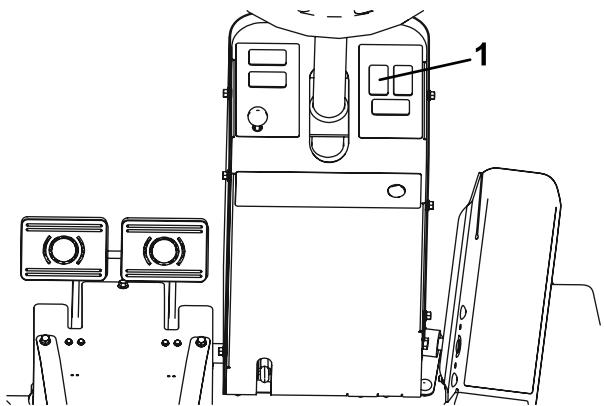

Figure 2
- En passant sous le panneau de commande de la tour de direction, poussez l'obturateur hors du trou, comme montré à la Figure 2.